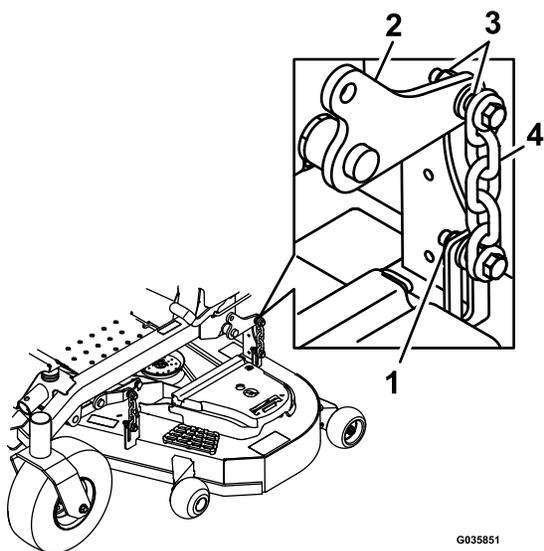

Figure 105
15. Desserrez les contre-écrous (Figure 105) aux quatre coins de sorte que le tablier repose solidement sur les 4 cales.